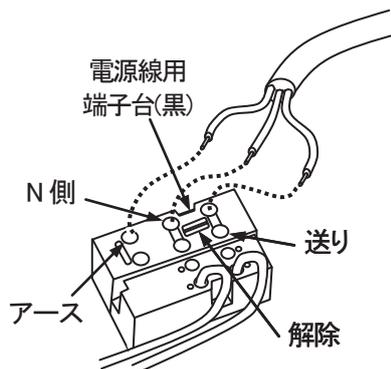

図2 電源線、アース線の接続
- ・電源線(VVF 線)、アース線を電源線用端子台に確実に差し込み接続する。(図2参照)